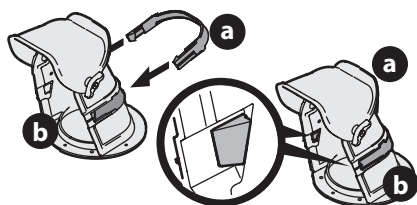

Figura 9
1. Si no lo estuviera, instale el tapón de canal (a) en el canal (b) (Figura 9). Asegúrese de que el tapón esté alineado en el canal y que las lengüetas calcen en su lugar.